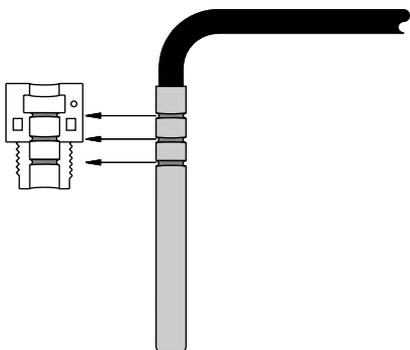

Рисунок 4.5 – Установка термопреобразователя в адаптер
- в установочный карман шарового крана (2) помещают два уплотнительных кольца (3);
- термопреобразователь (1) помещают в пластмассовый адаптер (4), состоящий из двух частей, желобки на термопреобразователе должны совпасть с желобками на адаптере (рисунок 4.5);